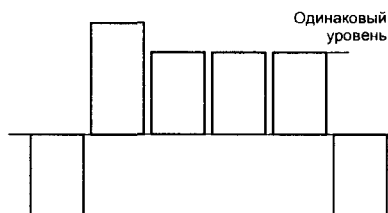

Рис. 4.10
- желтой и красной кнопками на ПДУ добиваются формы сигнала в соответствии с осциллограммой на рис. 4.10;